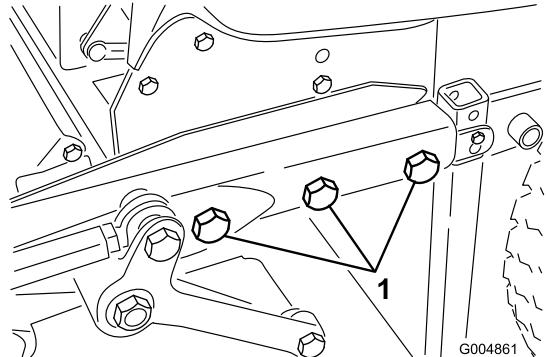

**Figure 6**
3. Montez les pneus d'été (Figure 6).